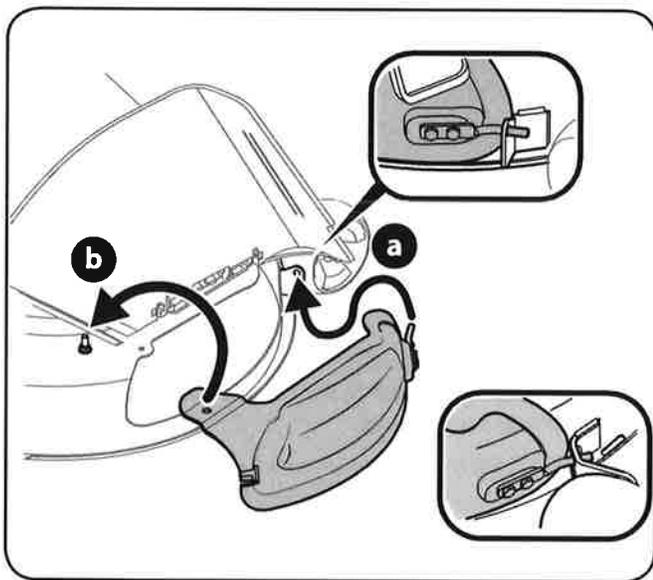

Figura 4
2. Para instalar el adaptador para abono, gire el canal de descarga hacia arriba. Consulte la Figura 4: